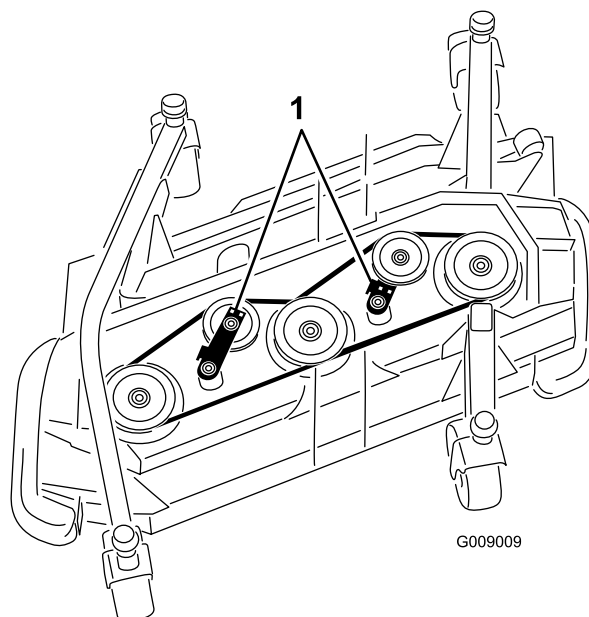

Figure 85
3. À l'aide d'une clé à cliquet ou d'un outil similaire, éloignez les poulies de tension (Figure 85) de la courroie d'entraînement pour détendre cette dernière et pouvoir la déchausser des poulies.